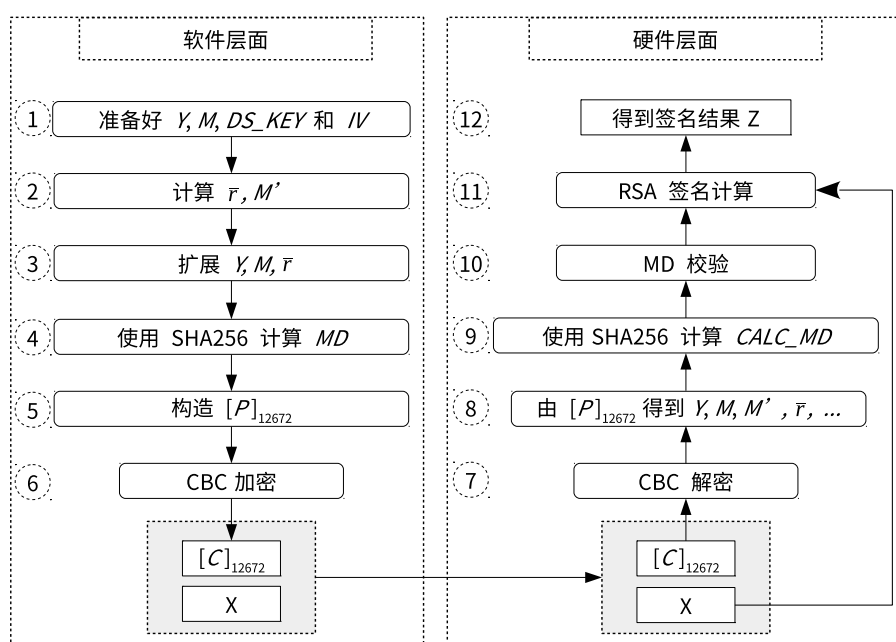

图 22-1. 软件准备工作与硬件工作流程
如果用户想使用 DS 模块进行数字签名, 软件和硬件必须紧密配合才可以顺利完成, 并且软件需要做一系列准备工作, 如图 22-1 所示。图中左半边给出了在硬件开始 RSA 签名计算之前, 软件需要做哪些准备工作。图中右半边展示了硬件在整个签名计算的过程中具体会做些什么。
- 对于多次签名计算, 软件准备工作 (图 22-1 左侧) 只需要进行一次, 但对于每一次签名计算, 硬件运算 (图 1-1 右侧) 都需要重新进行。
用户需要依照图 22-1 指定的步骤来计算 C 。详细的过程描述如下:
1. 解析阶段，即图 22-1 中的步骤 7 和步骤 8
解析过程是图 22-1 中步骤 6 的逆过程。DS 模块将调用 AES 硬件加速器以 CBC 块模式对输入的密文信息 C 进行解密，获取明文信息。该过程可以表示为 $P = \text{AES-CBC-DEC}(C, DS_KEY, IV)$ ，其中 IV 就是 $[IV]_{128}$ ，由用户直接指定； $[DS_KEY]_{256}$ 由硬件 HMAC 提供，由存储在 eFuse 中的 $HMAC_KEY$ 得到，软件无法获取。
2. 校验阶段，即图 22-1 中的步骤 9 和步骤 10
DS 模块会执行两种校验操作：MD 校验和填充 (padding) 校验。由于填充校验和 MD 校验同步进行，因此填充校验不在图 22-1 中体现。
3. 计算阶段，即图 22-1 中的步骤 11 和步骤 12